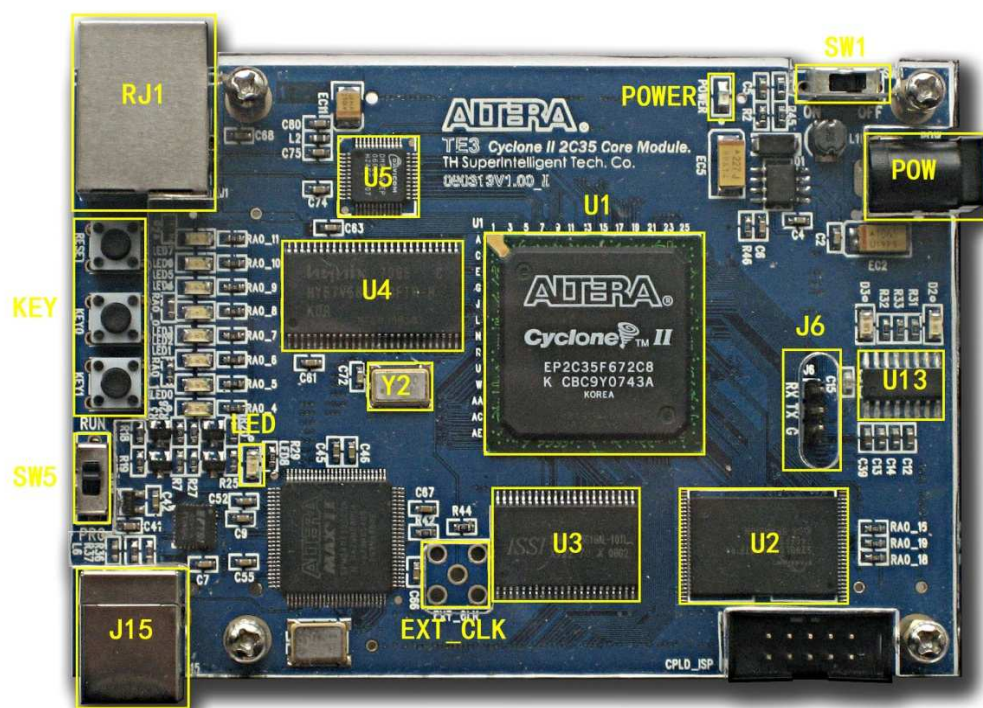

图 4 核心版正面照片
2. 确保电源开关（图 4 SW1）在 OFF 状态，即在右端。
3. 将电源插入右上角电源接口上（图 4 POW）。
4. 将 USB 线方头插入 USB 接口（图 4 J15）中，另一头与计算机的 USB 接口相连；
5. 如需使用串口，将串口线小的一头连至串口接口（图 4 J6），另一端连至计算机。
6. 如需使用以太网口，则将以太网双绞线插入以太网接口（图 4 RJ1）中。
7. 连接完毕后，将电源开关（图 4 SW1）拨至 ON 端（即向左拨），电源指示灯（图 4 Power）点亮，核心版开始工作。
9. 如果使用 Quartus II 对 FPGA 直接编程, 将切换开关(图 4 SW5)拨至 RUN 端; 如果需要将 FPGA 程序烧制 EPCS 中, 则将开关 SW5 拨至 PRG 端; 在烧完之后一定要将开关拨回 RUN 端, 在下次上电后, EPCS 中的程序会自动下载到 FPGA 中并自动运行。